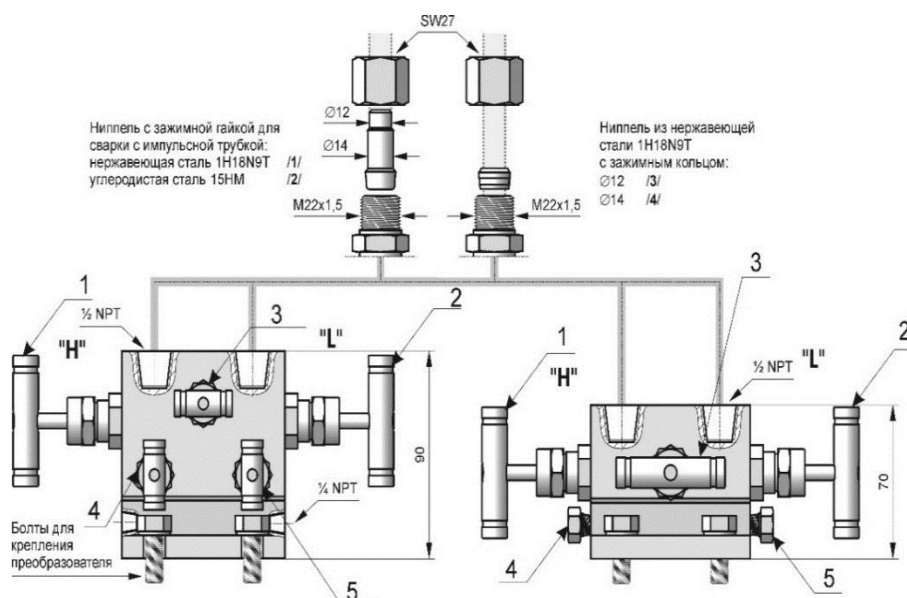

Рисунок 1 – Схема подключения вентилей VM-3 и VM-5
2.2.16.1.1 Включение в работу преобразователей с вентилями VM-3 и/или VM-5 (рисунок 1) производится следующим образом:
2.2.17.1 Преобразователь APR-2000G/ALE также может быть оснащен адаптером типа С (рисунок Б.4), предназначенный для установки вентилей VM-3 или VM-5 (рисунок 1), производства ООО «АПЛИСЕНС». Изготовитель может поставить преобразователи уже с установленными вентилями VM-3 или VM-5.